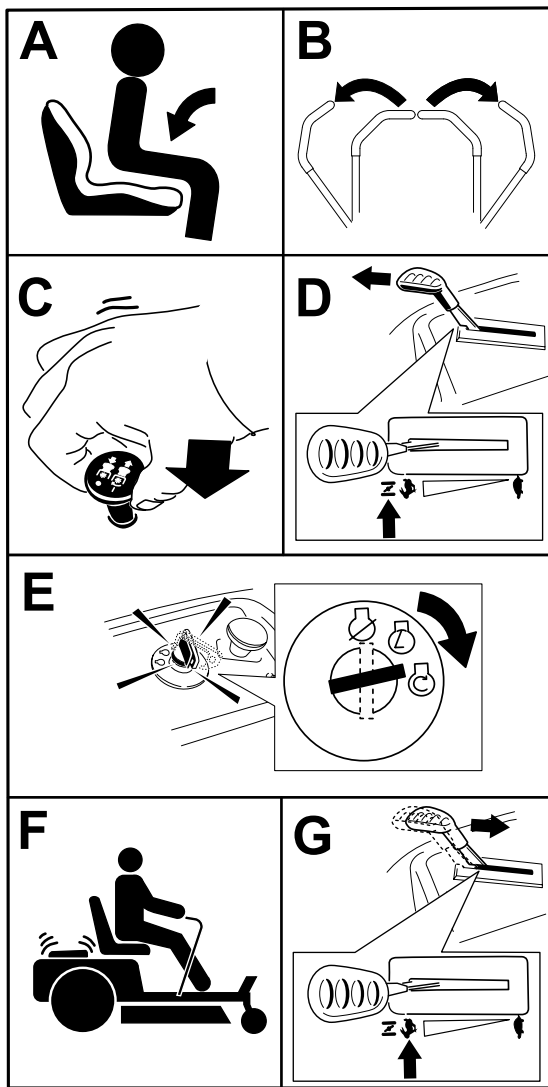

Figura 24
**Nota:** Puede ser necesario sujetar la palanca contra el tope, en la posición Estárter, mientras intenta arrancar el motor (Figura 24).
1. Desengrane las cuchillas moviendo el mando de control de las cuchillas a la posición de **DESENGRANADO** (Figura 24).